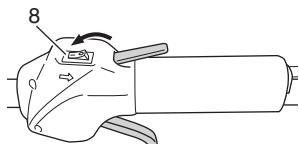

Fig. 8
- (1) Placez l'interrupteur de marche/arrêt (8) en position "marche" (ON). (Fig. 8)